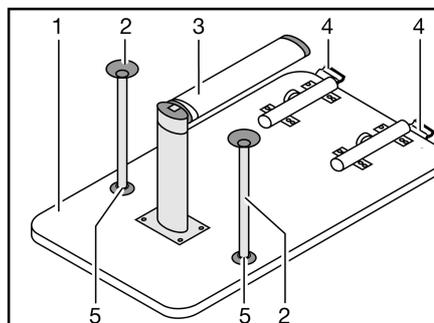

Bild 80 Bettunterbau
- Die Tischplatte (Bild 80,1) vorne ca. 45° anheben.
- Den unteren Teil des Gelenkstützfußes (Bild 80,3) um 90° umklappen. Dazu je nach Modell den unteren Teil des Gelenkstützfußes nach unten ziehen oder den Entriegelungsknopf drücken.
- An der Verriegelung (Bild 80,4) den Entriegelungsknopf drücken.
- Je nach Modell die beiden zusätzlichen Stützfüße (Bild 80,2) in die Aufnahmen (Bild 80,5) an der Unterseite der Tischplatte stecken.